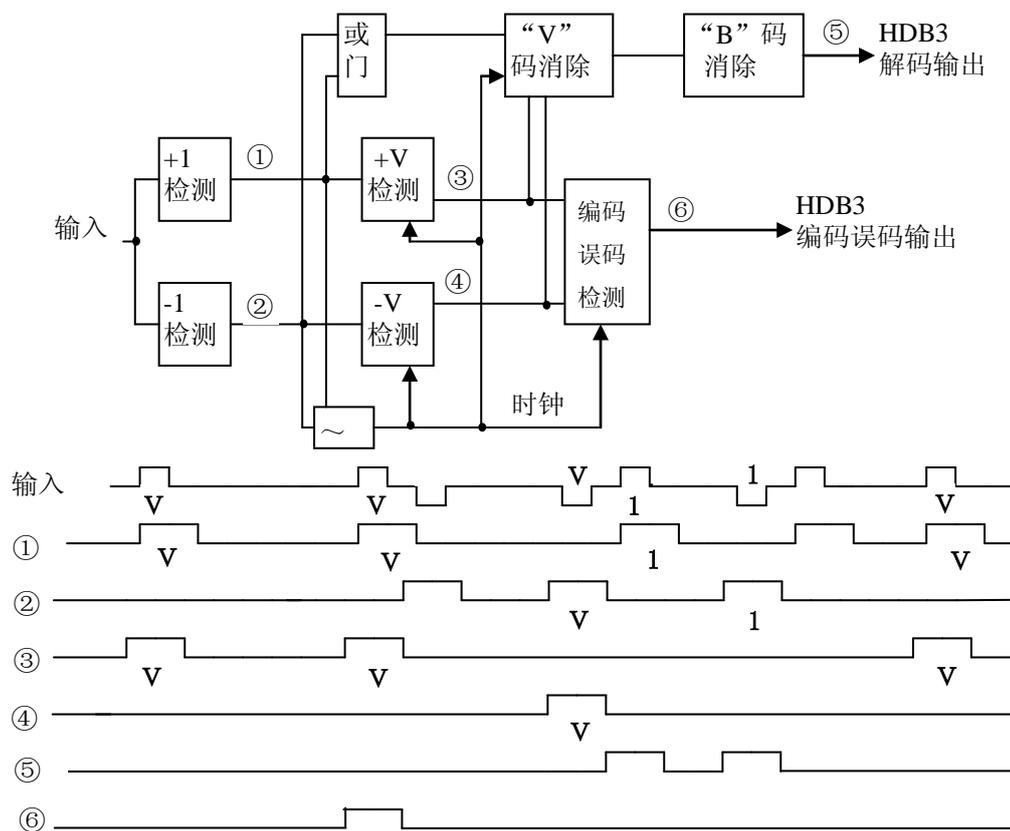

图 B-3 HDB3 编码错误检测原理图
在图 B-3 中，数据①和②时输入数据的“+1”和“-1”（以变为 NRZ）。③是数据中的“+V”。④是数据②的“-V”。所检出的“V”码在③和④中应交替出现，否则就认为是 HDB3 码的编码错误。